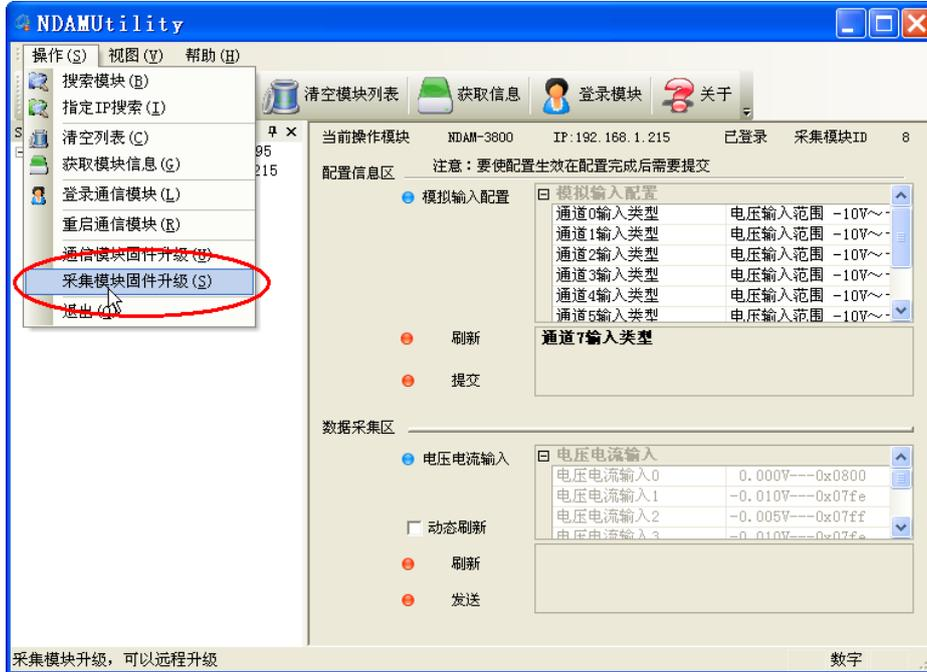

图 3.8 软件方式固件升级
- 1) 在模块工作模式下点击配置软件 NDAMUtility 上的“操作”菜单，并选择“采集模块固件升级”选项，如图 3.8 所示；